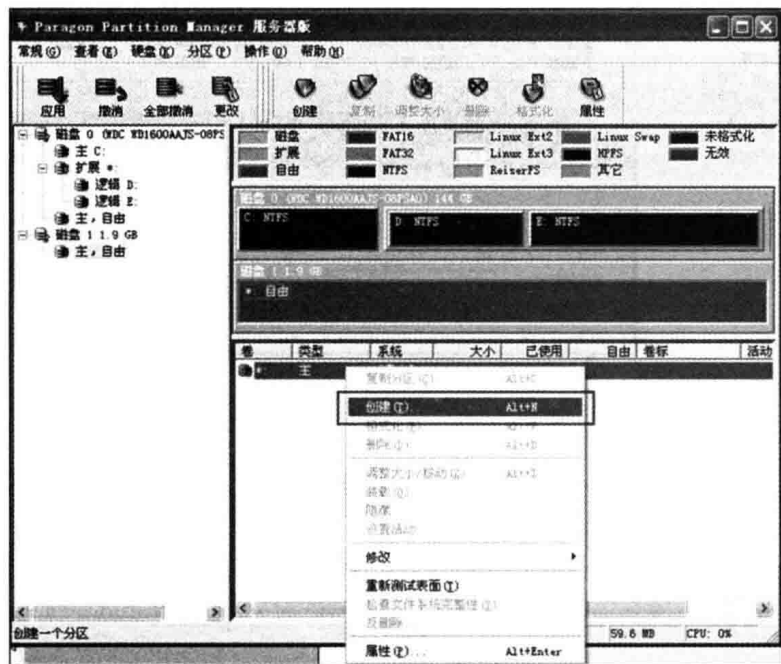

图 1-4
(4) 在上一步完成后的工作窗口中右击，在弹出的快捷菜单中选择“创建”命令，如图 1-4 所示。